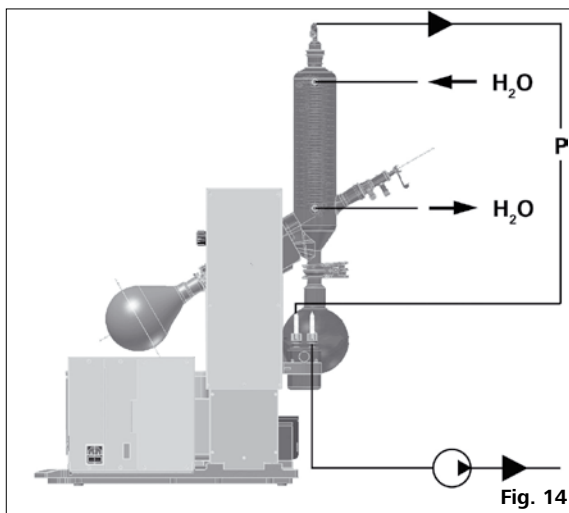

Fig. 14
- ☞ 按照逆流原理将水管连接于冷凝管 (Fig. 14);